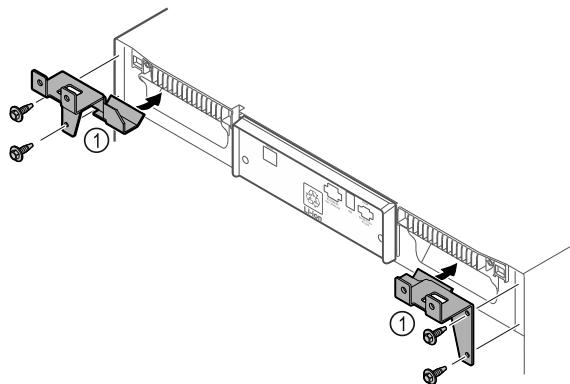

Fig. 12
- Змонтувати деталі кріплення Fig. 12 (1) за допомогою саморізів на пристрій.